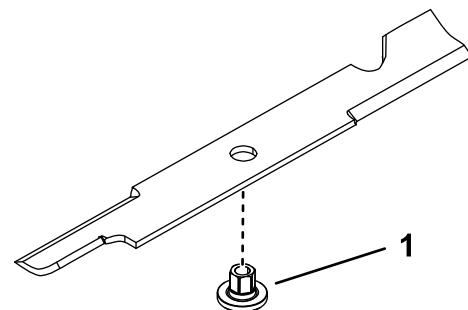

Figure 92
1. Insérez la douille dans la lame en plaçant l'embase sur le côté inférieur (côté herbe) de la lame (Figure 92).